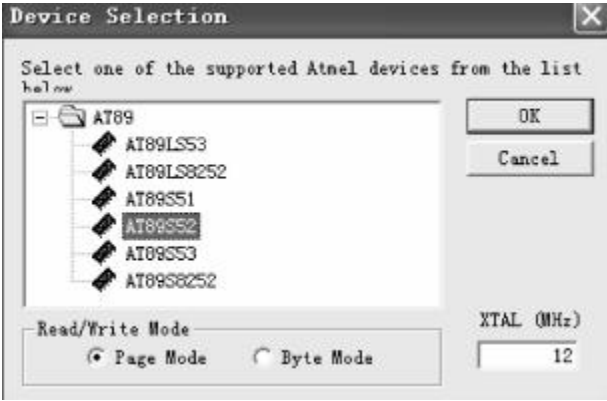

图 1-28 器件选择对话框
③使用命令【Options】→【Select Device】选择器件,出现如图 1-28 所示的对话框.在对话框中选择 AT89S52,在“Read→Write Mode”中选择读写芯片的模式为“Page Mode”(整个页面同时读写)或“Byte Mode”(逐字节读写),在 XTAL 中输入单片机频率,点击【OK】.